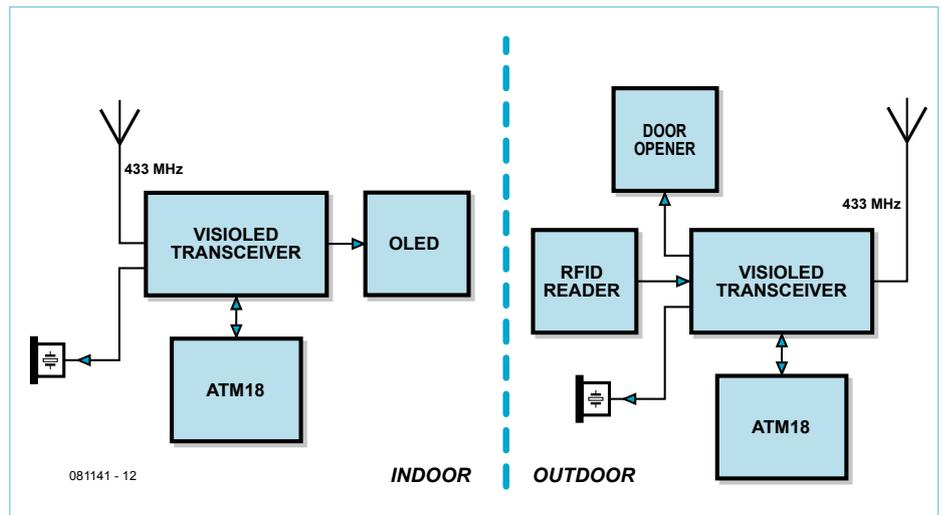

Bild 1. Blockschaltbild einer VisiOLED-Installation. Die Outdoor-Unit befindet sich am Hauseingang, die Indoor-Unit an beliebiger Stelle im Haus.
Bild 1. Zugriffe über eine Laufzeitbibliothek machen eine Anwendung hardware- und betriebssystemunabhängig (1). Zugriffe über das Betriebssystem (2) abstrahieren (gegenüber den direkten Zugriffen (3)) von der Hardware.
so genannte Laufzeitbibliothek zwischen Anwendung und Betriebssystem (**Bild 1**). Nicht selten sind diese Bibliotheken flexibel genug, um auch ohne Betriebssystemunterstützung einen großen Teil an Standardfunktionen abzudecken, zumindest die für C-Programme gültigen Standards C89 bzw. C99 [4].
Falls noch nicht ganz, verschafft das Blockschema in **Bild 1** einen Überblick. Sowohl die Außenstelle (an der Pforte) als auch die Innenstelle (in der Wohnung) bestehen aus den gleichen Platinen: Dem VisiOLED-Transceiver und dem ATM18-Testboard. Unterschiedlich ist nur die Beschaltung. An die Transceiverplatine der Außenstelle („Outdoor“) wird ein RFID-Reader und ein Türöffner angeschlossen, während die Innenstelle („Indoor“) mit einem OLED-Display verbunden ist. Outdoor- und Indoor-Unit sind über